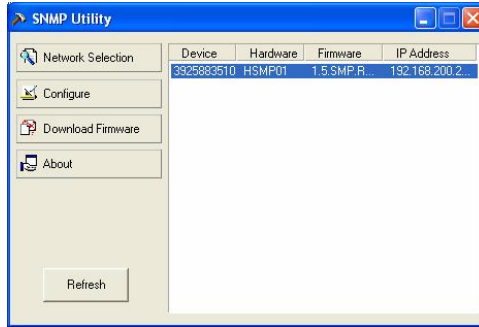

Figure 6 : Utilitaire SNMP
2. Cliquez sur Démarrer/ Programme/ SNMP Utility. L'utilitaire SNMP apparaît, voir la Figure 6.